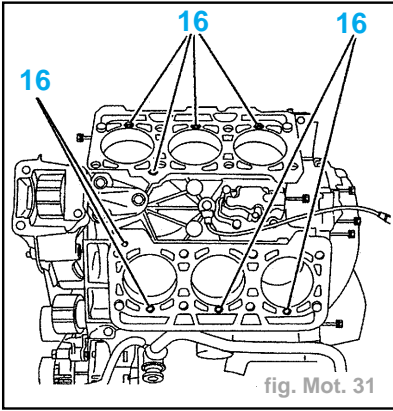

fig. Mot. 31
- Nettoyer les trous intercylindres (16) (fig. Mot. 31).
- la jauge à huile (8),
- la fixation (9).